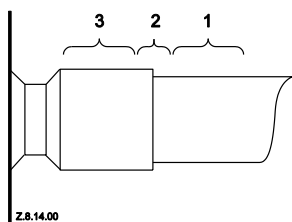

Figura 5: Lipirea țevii de aspirație
**Figura 5** arată procedura adecvată de lipire a aspirației și refulării pentru un compresor Scroll.